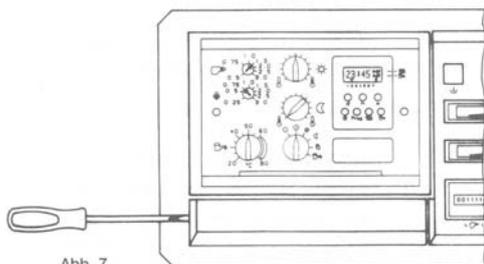

Abb. 7
- die Abdeckplatte kann von der linken Seite aus mit einem Schlitzschraubendreher leicht abgenommen werden (Abb. 7). Darunter befindet sich die Ersatzsicherung von 6,3A träge. Beim Wiederanbringen ist darauf zu achten, daß beim Einstecken der Rastnasen in die zugehörigen Schlitze, die abgeflachten Seiten der Abdeckung nach links und nach unten zeigen.